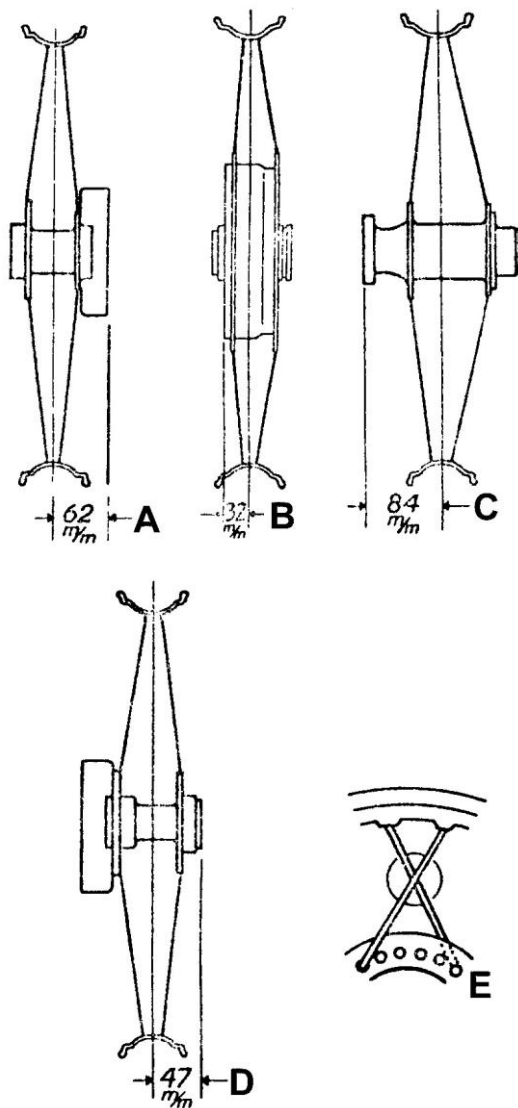

Abb. 2-55 Nachspannmaße der Felgen
- Abb. 2-55, A. - Vorderrad mit aufgenieteteter
- Abb. 2-55, B. - Vorderrad mit
- Abb. 2-55, C. - Hinterrad
- Abb. 2-55, D. - Beiwagenrad mit 180 mm Ø
- Abb. 2-55, E. - Speichen